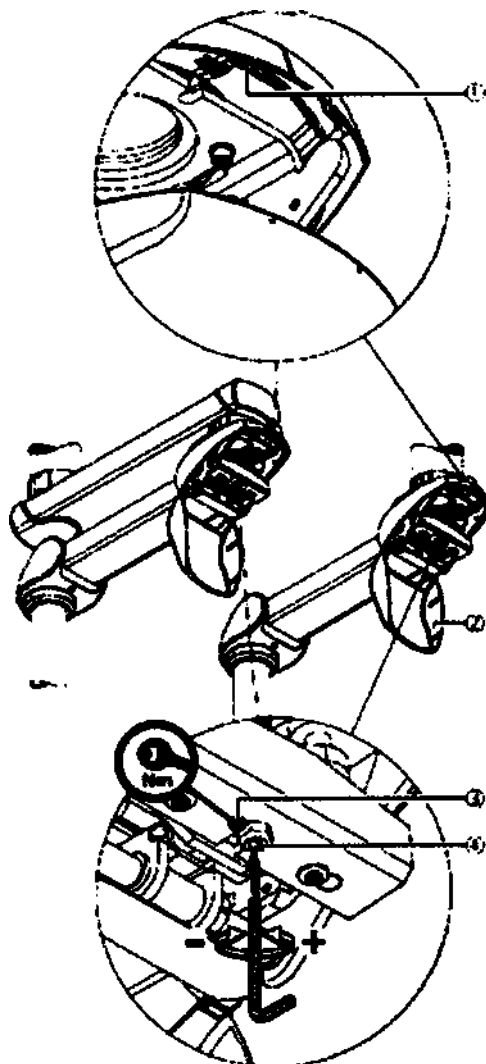

Рисунок 5. Регулировка допустимой нагрузки подпружиненного кронштейна и закрытие нижнего кожуха
1. Откиньте нижнюю, заднюю крышку 2 (Рисунок 5) вверх до фиксации 2 фиксирующих защелок 1.